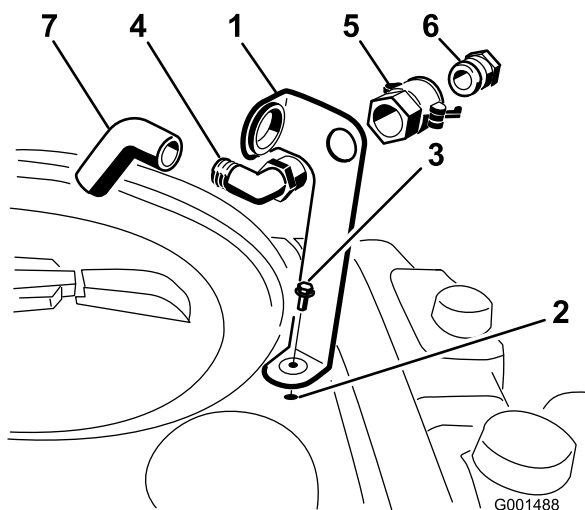

Figure 3
- Placez le support de prise de remplissage au-dessus du trou fileté de la cuve et fixez-le avec un boulon à embase (5/16 x 3/4 pouce) (Figure 3).
- Raccordez l'adaptateur de flexible au raccord rapide (Figure 3).
- Bloquez l'adaptateur en place en basculant les leviers vers l'adaptateur puis en les fixant en position avec les goupilles fendues (Figure 3).
- Placez le flexible anti-siphonnement dans la grande ouverture du support et sur l'extrémité cannelée du raccord coudé 90 degrés (Figure 3).
- Passez l'extrémité filetée du raccord coudé dans le trou du support et vissez-y le raccord rapide pour le fixer au support (Figure 3).